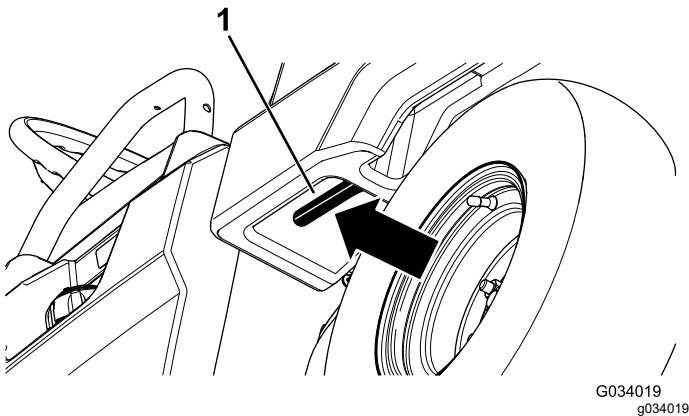

Bild 7
2. Ziehen Sie den Hebel an der linken Innenseite der Ladepritsche zu sich und heben Sie die Ladepritsche an (**Bild 7**).